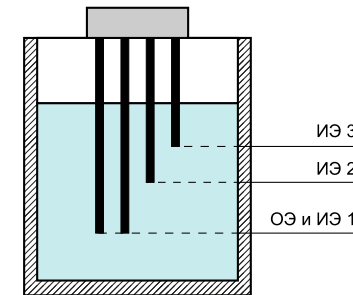

Рисунок 3 – Длина электродов
4. Обрезать электроды, если требуется. Длина ОЭ и первого ИЭ должна быть одинаковой. Длина второго и третьего ИЭ должна быть меньше ОЭ (см. рисунок 3).